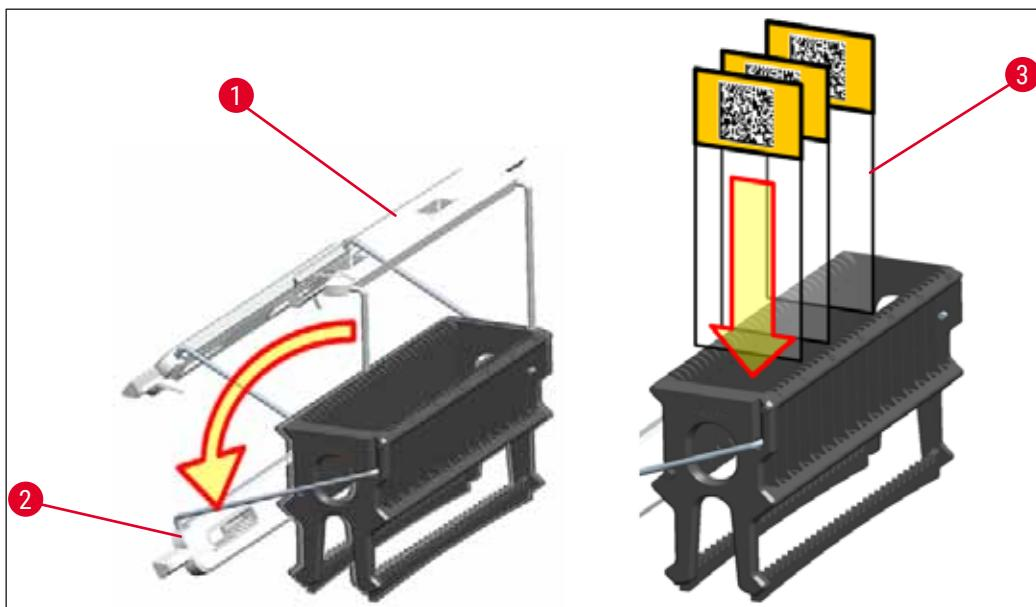

Fig. 81
- Forsiden av stativet er merket med Leica-logoen. Når håndtaket er festet, ser du ordet **FRONT** når du ser på håndtaket (→ "Fig. 81").
1. Bøy stativhåndtaket til stående stilling (→ "Fig. 81").